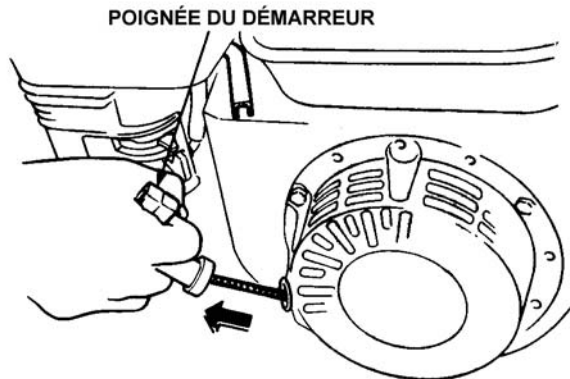

Figure 17. Poignée du démarreur
6. Prenez la poignée du démarreur (Figure 17) et tirez-la lentement vers l'extérieur. La résistance devient plus grande dans une position spécifique. Elle correspond au point de compression.